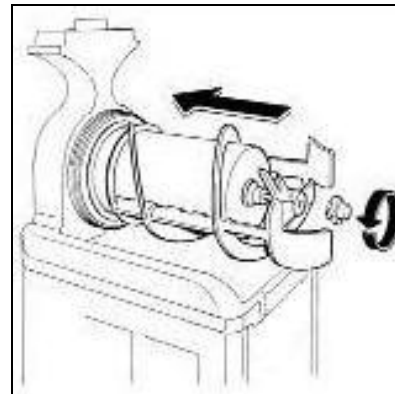

Abb. 22
- Schrauben Sie die Befestigungsmutter entgegen des Uhrzeigersinns ein, um die Komponenten in Position zu sichern (Abb. 22)